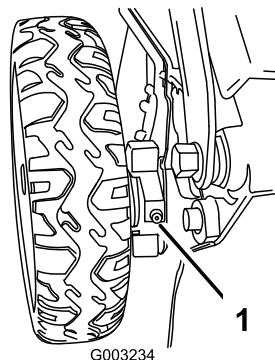

Figura 43
1. Con un cencio pulito tergete i raccordi d'ingrassaggio, situati appena all'interno delle ruote posteriori (Figura 43).